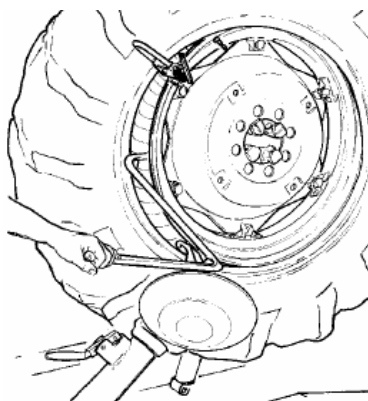

Рисунок 28
23) Понемногу поворачивайте зажимное устройство по часовой стрелке до тех пор, пока вы не сможете вставить рычаг отжимного ролика на его место в съемном рычаге BGL (см. рис.28). Этот рычаг поставляется по просьбе заказчика.